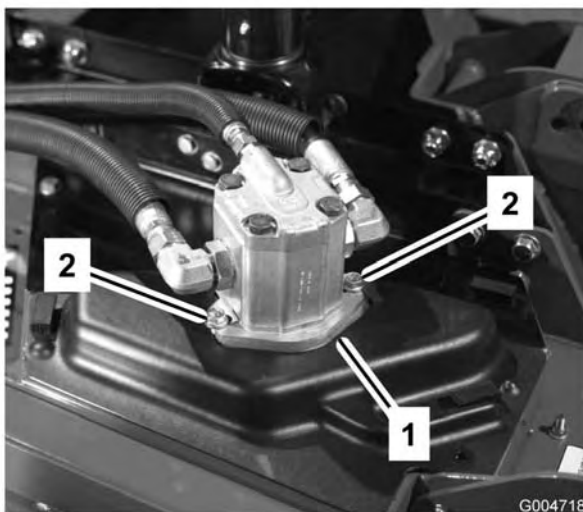

Figura 65
4. Togliete i bulloni che fissano il motore idraulico all'apparato di taglio (Figura 65). Togliete il motore e appoggiatelo sopra l'apparato di taglio.